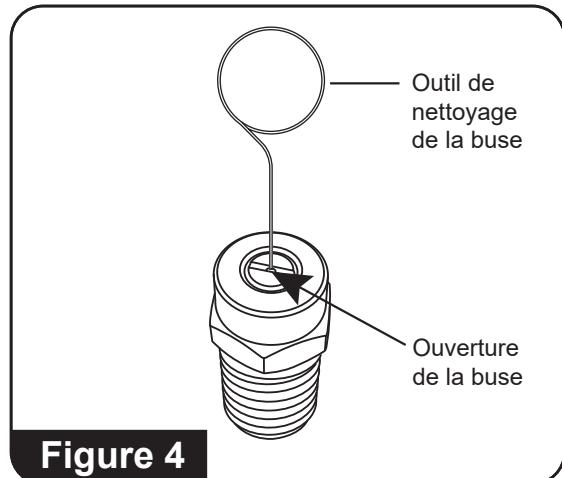

Figure 4
4. À l'aide de l'outil de nettoyage des buses, libérez tout corps étranger qui obstrue ou restreint l'ouverture des buses. (Consultez la figure 4)